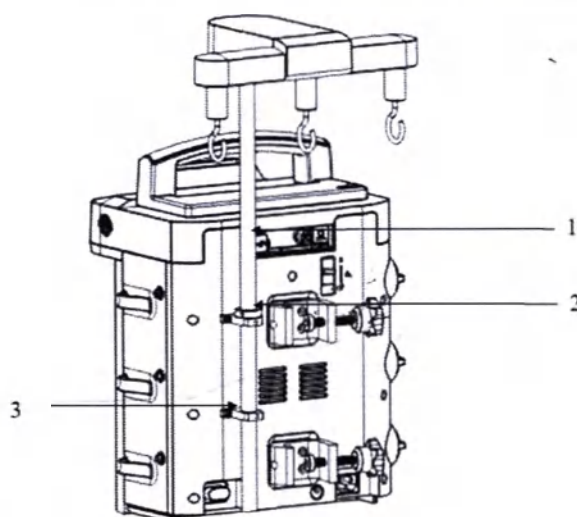

Рис. 19. Установка держателя емкостей с инфузионным раствором.
1. С помощью винтов М4 закрепите удерживающие опоры (3) на задней стенке корпуса коммуникационного модуля, как показано на рис. 19.
2. Отрегулируйте положение стопорного кольца (2) на трубке держателя (1) и зафиксируйте его.
3. Вставьте трубку держателя (1) в удерживающие опоры (3), таким образом, чтобы стопорное кольцо плотно прилегало к удерживающей опоре, как показано на рис. 19.